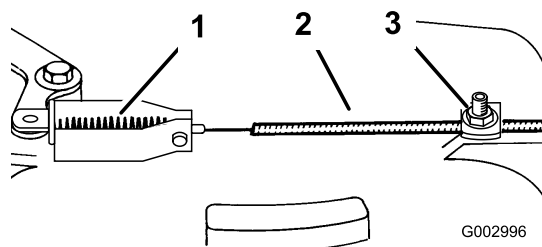

Figura 33
3. Afloje el tornillo de la abrazadera hasta que se deslice el conducto del cable del freno (Figura 33).